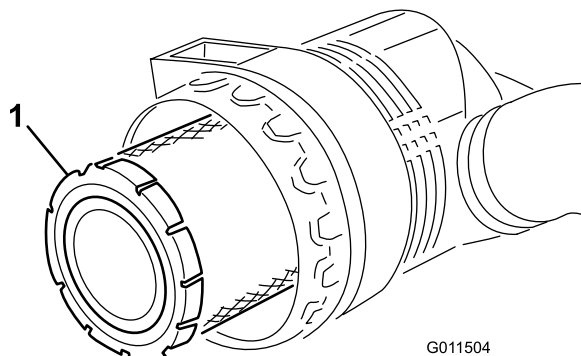
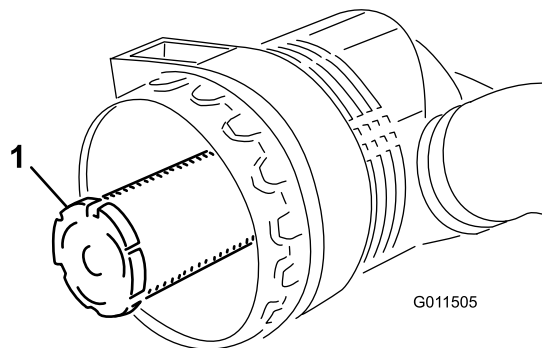

Figura 50
Figura 51
3. Retire el filtro primario (Figura 50). No se recomienda limpiar el elemento usado debido a la posibilidad de causar daños al medio filtrante. Asegúrese de que el filtro nuevo no ha sido dañado durante el transporte, comprobando el extremo sellante del filtro y la carcasa. No utilice el elemento si está dañado. **No** retire el filtro de seguridad (Figura 51).
Importante: No intente nunca limpiar el filtro de seguridad (Figura 51). Sustituya el filtro de seguridad por uno nuevo después de cada tres lavados del filtro primario.
4. Cambie el filtro primario (Figura 50).